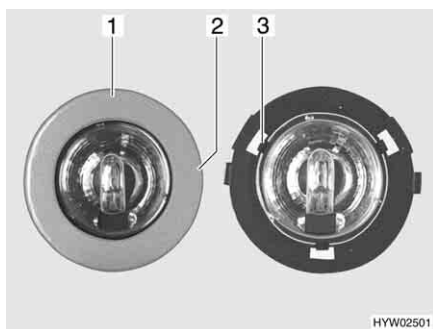

Fig. 183 Lampada alogena a incasso
- Girare lentamente il diaframma (Fig. 183,1) finché il nasello (Fig. 183,2) dell'involucro non si arresta a scatto nella scanalatura sottostante del diaframma.
- Tre graffe (Fig. 183,3) tengono ferma la lastra di vetro della lampada alogena nell'involucro. Spingere di lato una delle tre graffe.